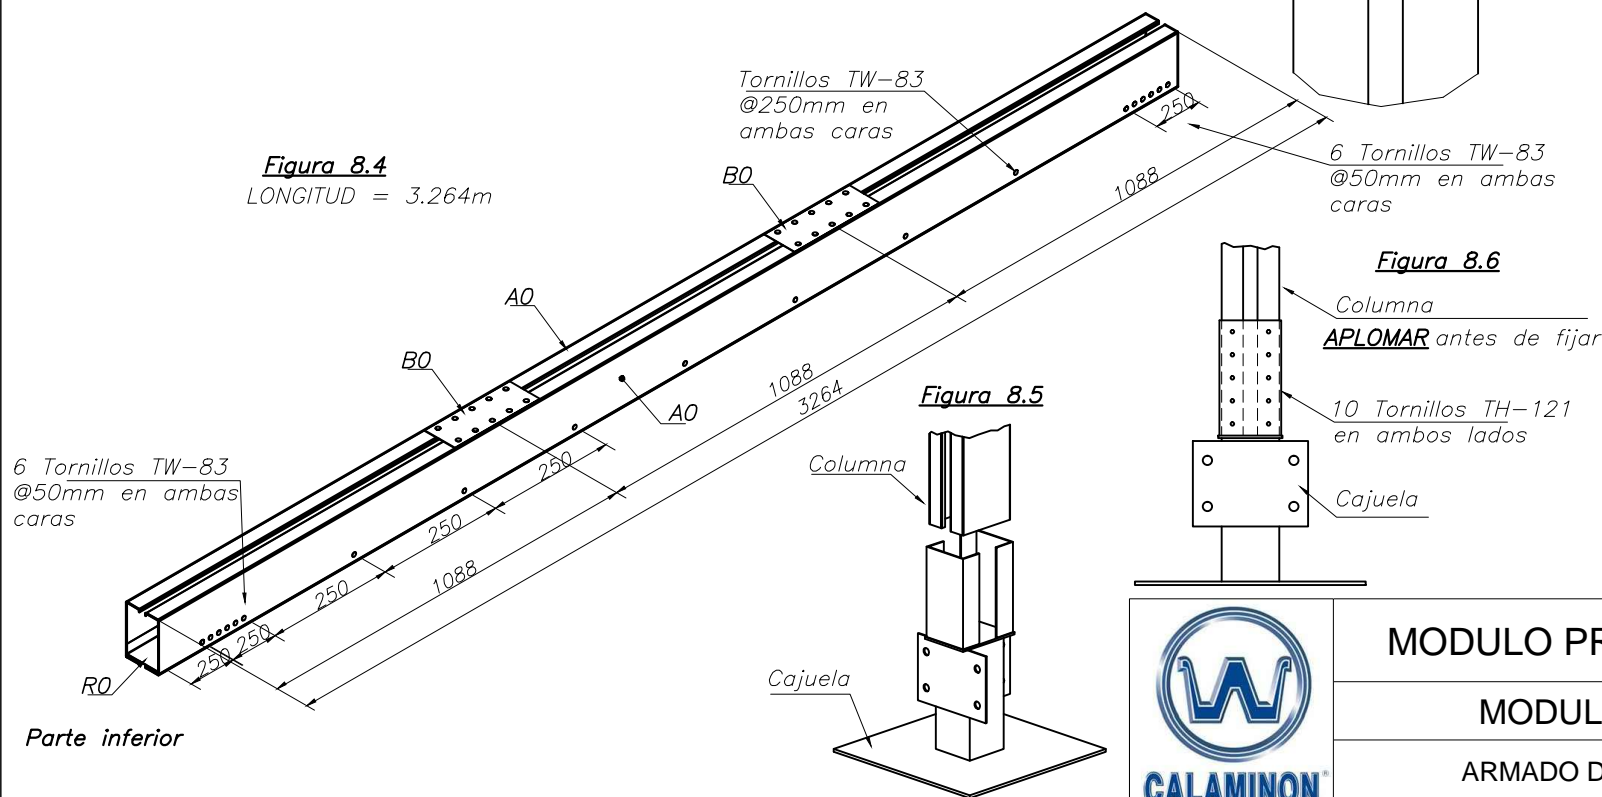

Figura 8.5
- 6.-Las columnas ya armadas se colocaran en las cajuelas, la parte inferior ira abajo. (ver figura 8.5)